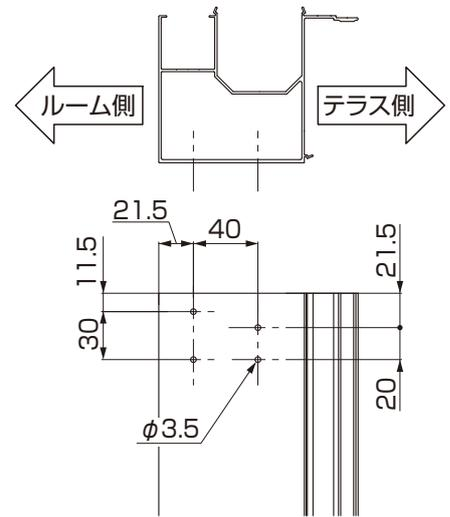

図3-43
- エクシオールプラスタイプで、テラス側に妻梁上部側面フィックスを取付ける仕様は、図3-43を参照して柱に穴加工をしてください。